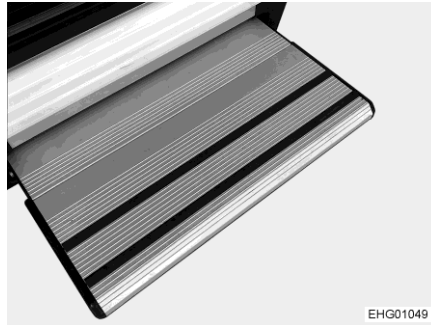

Bild 5 Fotsteg
- ▷ Fotstegets rörliga delar (Bild 5) får inte smörjas med fett eller olja (se kapitel 11).